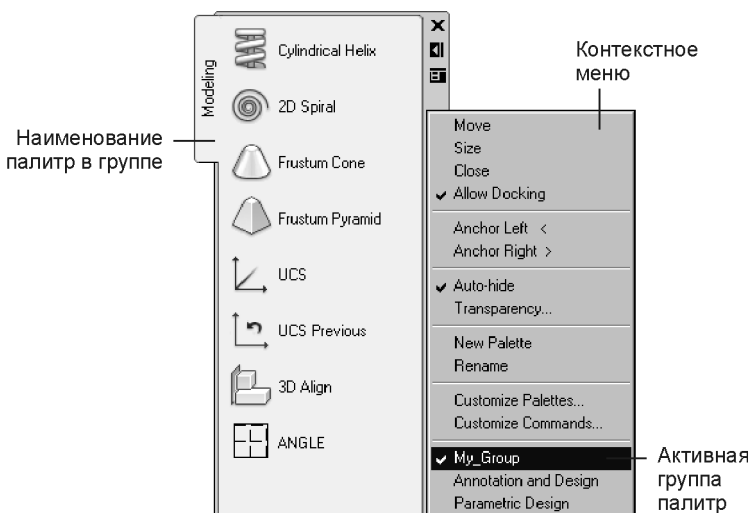

Рис. 2.5. Вызов группы палитр в диалоговое окно
- Выберите из списка групп в контекстном меню имя вызываемой группы палитр (рис. 2.5).
2. Выберите из контекстного меню пункт **New Palette** (Новая палитра) (см. рис. 2.5).